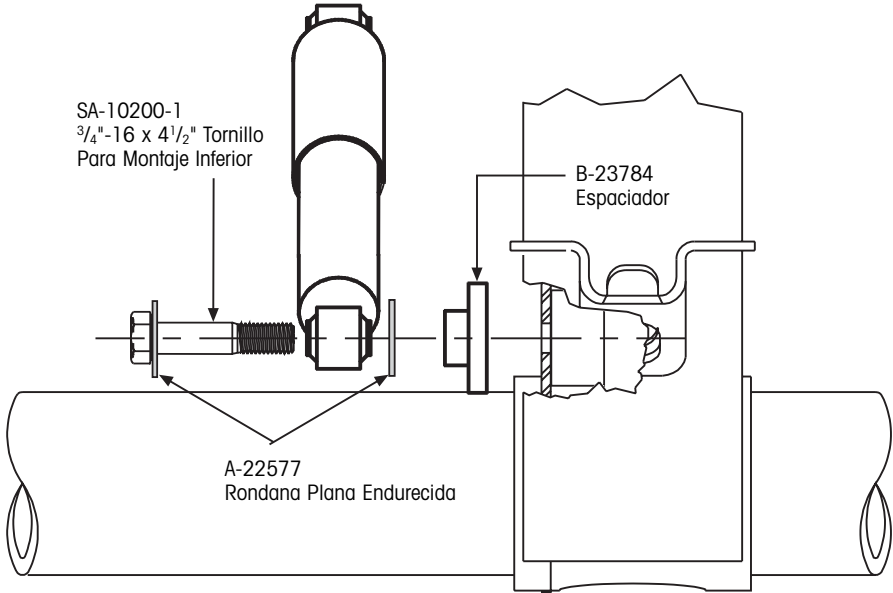

Figura 6. AA230/AA250 Rev. C (Rosca Sin Daño)
- Inserte el tornillo para montaje inferior a través de la rondana endurecida, amortiguador, rondana endurecida, el bloque espaciador y en el agujero en la viga de la suspensión (Figura 6, página 7).